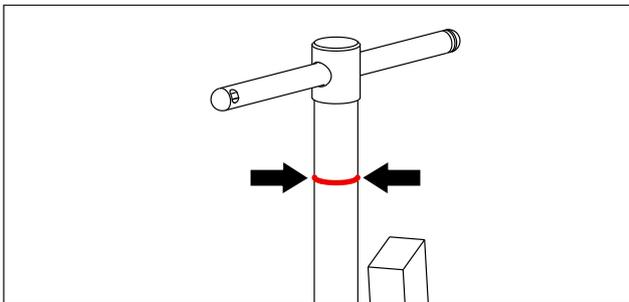

Figura 6, o indicador de engate da rosca (linha vermelha)
- Depois de montar o puxador na peça a ser removida, se certifique de que o indicador de encaixe de rosca está visível. Veja o lugar indicado na figura 6. Se a haste de ajuste for girada demais no sentido horário, o indicador ficará oculto, indicando que a quantidade de engate da rosca não é suficiente.